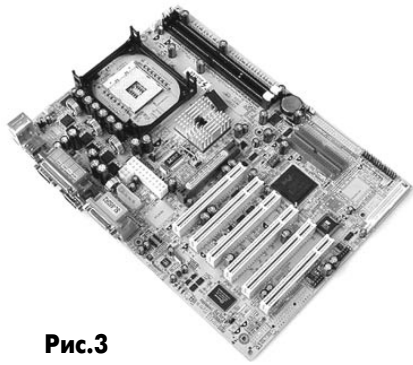

Рис.3
**Soltek SL 85DR2 (рис.3)**. Компактная